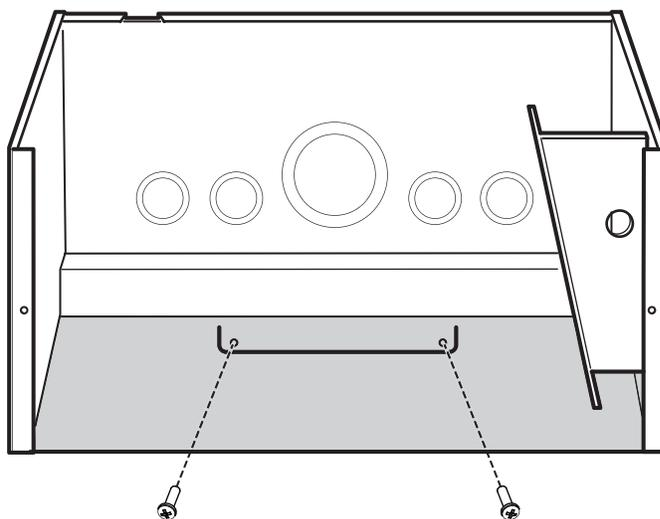

Figura 2-8 Montaggio a parete della Scatola per condotti
- Utilizzando due viti (non in dotazione), fissare la staffa al bordo inferiore del pannello posteriore sulla parete. Vedere Figura 2-8.